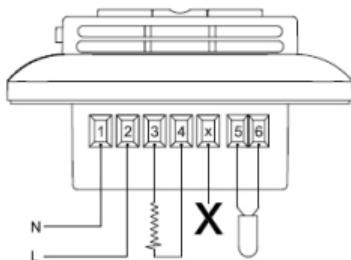

Рисунок 4
- Подсоедините кабели в соответствии со схемой (**рис. 4**).